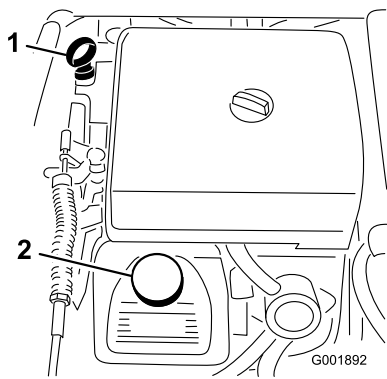

図 45
2. ディップスティックを抜き、ウェスで一度きれいに拭く(図 45)。ディップスティックを、チューブの根元までもう一度しっかりと差し込む。ディップスティックを引き抜いて油量を点検する。
3. オイルの量が不足している場合は、バルブ・カバーについている補給口のキャップ (図 45) を取り、ディップスティックの FULL マークまで補給する。補給するときは、ディップスティックで確認しながら少量ずつ入れてください。入れすぎないように注意してください。
8. 所要量の約 80% のオイルを補給口から入れる (図 45)。